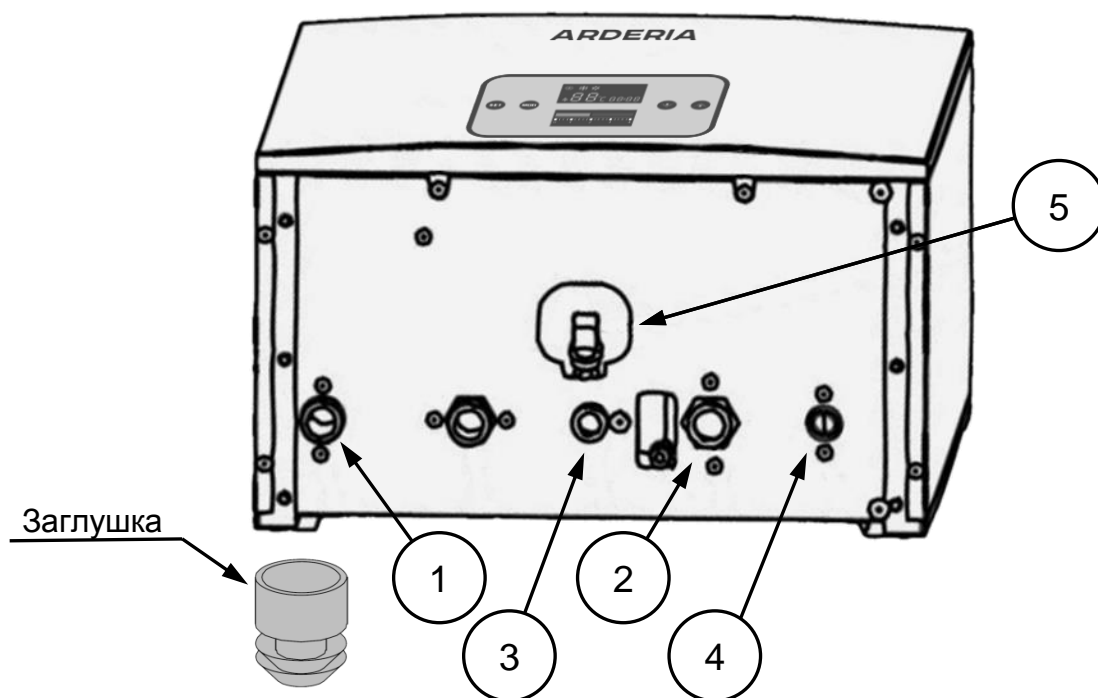

Рис. 21 Патрубки присоединения котла к трубам (котёл Arderia B)
- Трубы отопления и водоснабжения подключают к патрубкам котла, предварительно сняв транспортные, защитные заглушки (См. Рис. 21).